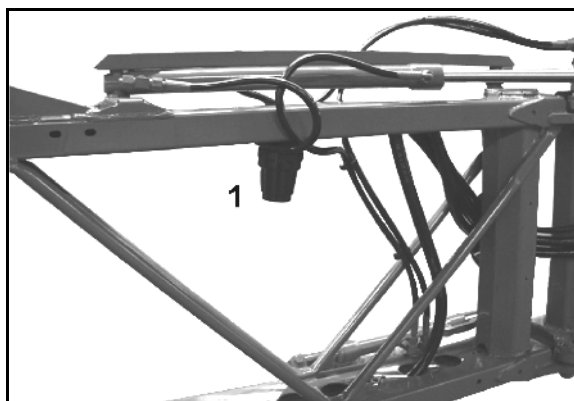

Fig. 205
2. Desserrez les vis (Fig. 205/1).
3. Enlevez le couvercle de soupape (Fig. 205/2).
4. Vérifiez la membrane du piston (Fig. 205/4) et la bague de calage (Fig. 205/5).
1. Serrez les vis (Fig. 205/3) et enlevez la membrane du piston (Fig. 205/4) avec la rondelle de retenue du piston.